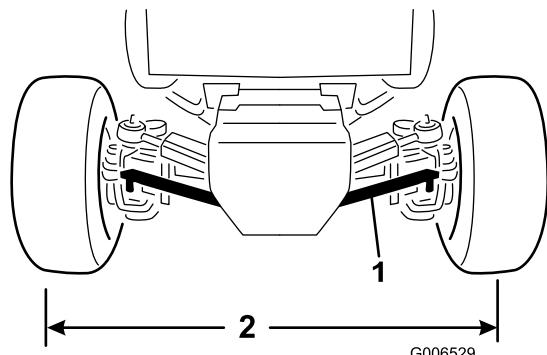

Figura 63
1. Retire o perno de gancho e a porca que fixam uma rótula da barra de ligação ao suporte de montagem no eixo; em seguida, retire a rótula do eixo (Figura 63).
3. Rode a união da barra até que distância centro a centro à frente e atrás das rodas traseiras seja a mesma (Figura 63).